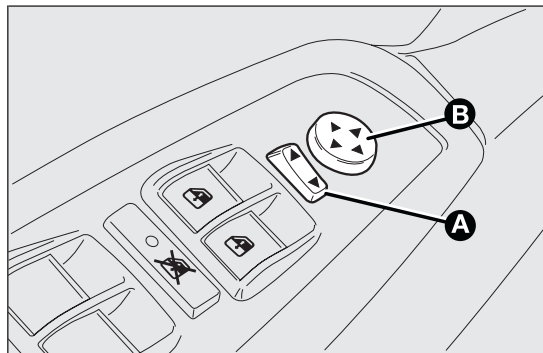

fig. 37
- ☐ mediante il selettore A fig. 37 selezionare lo specchio (sinistro o destro) su cui eseguire la regolazione;